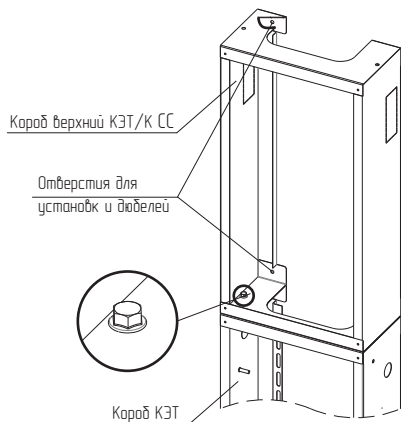

Рисунок 4
4.3.2 Установить короб верхний КЭТ/КСС на короб КЭТ с помощью двух болтов фланцевых М6х14 и гаек М6 с фланцем (рисунок 4). Болтовое соединение согласно приложению А.